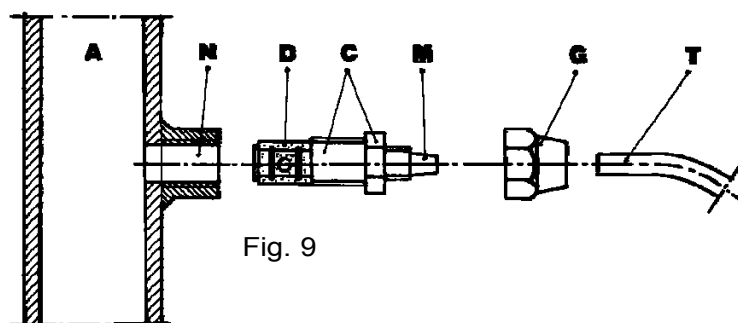

Fig. 9
- h.** Sur la conduite de l'installation à traiter appliquer, à l'endroit le plus approprié pour injecter le produit à doser, un raccord de 3/8" gaz femelle. Ce raccord n'est pas compris dans la fourniture. Visser la soupape d'injection dans le raccord en utilisant comme joint un ruban en Téflon® (Fig. 9) Raccorder le tube au raccord conique de la soupape d'injection et le bloquer avec la bague G. La soupape d'injection est également une soupape de non retour.
(fig.9)